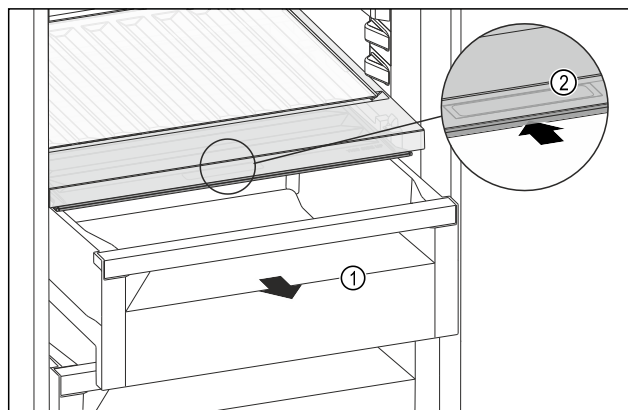

Fig. 110
- Izvucite ladicu Fig. 110 (1).
- Primite ručku Fig. 110 (2) na poklopcu pretinca i istodobno povucite poklopac pretinca prema natrag.